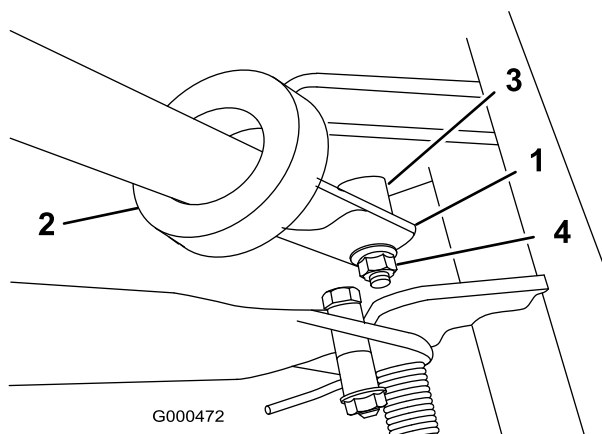

Figura 5
2. Introduzca los extremos del manillar por las ranuras de los brazos de soporte del manillar (Figura 5).
- Apriete las secciones inferiores hacia dentro e instálaslas sobre el talón del bulón (Figura 5).
- Fije el manillar al perno y al bulón con la contratuerca de arandela prensada (Figura 5).